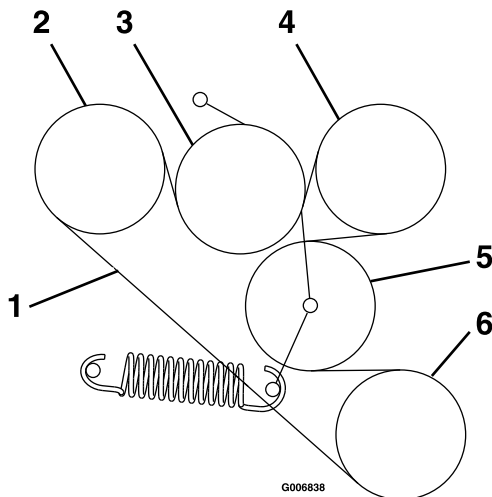

Bild 62
6. Verlegen Sie den neuen Riemen auf den Scheiben, wie auf dem Aufkleber abgebildet, der an der Rückseite des linken Antriebsschutzbleches angebracht ist (Bild 62).